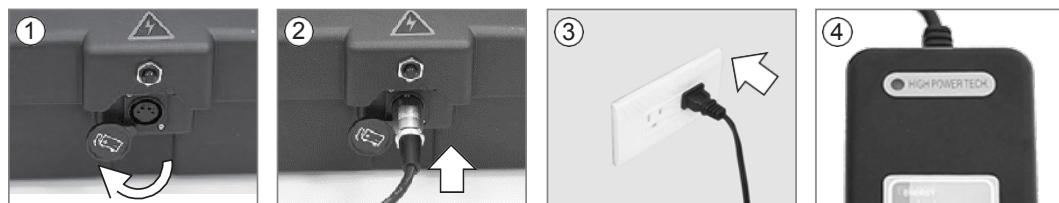

Bild 32
**Batterilådans laddningsport (bild 32)**